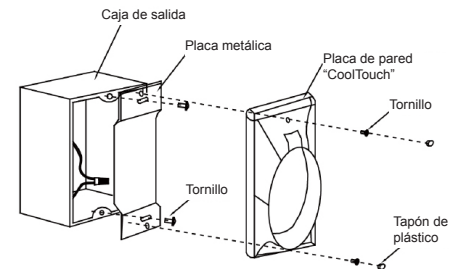

Figura 27
**Paso 1.** Con un destornillador, quite la tapa de la batería del control remoto y guarde el tornillo para usarlo más adelante. (Figura 27)